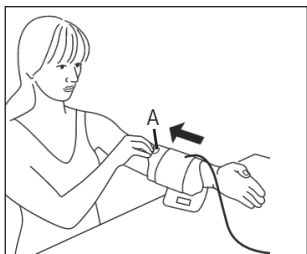

Abb. 1
- Die Messung muss am unbekleideten Oberarm durchgeführt werden. Sollte Ihre Manschette komplett geöffnet sein, so führen Sie das Ende der Manschette durch den Metallbügel, sodass eine Schlaufe entsteht. Der Klettverschluss muss dabei außen liegen. Fassen Sie die Manschette an der Griffflasche A (siehe Abb. 1) an und stülpen Sie diese über den Oberarm.